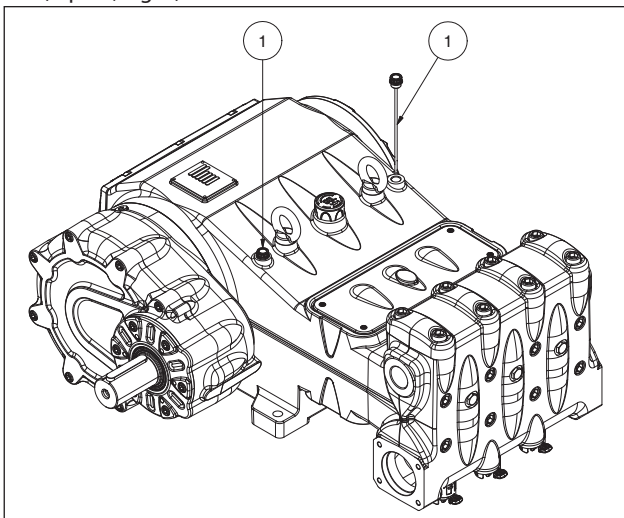

Fig. 8
5. L'huile contenue dans le carter de pompe est au bon niveau, en le vérifiant avec les jauges prévues à cet effet (rep. ①, Fig. 8).